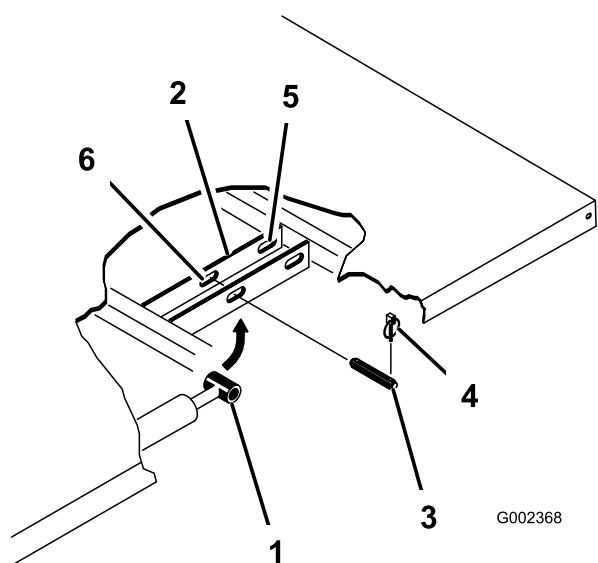

Figura 30
3. Rimuovete le coppiglie ad anello dalle estremità esterne dei perni con testa dell'asta del cilindro (Figura 30).
4. Rimuovete i perni con testa che fissano le estremità dell'asta del cilindro alle piastre di montaggio del pianale spingendo i perni verso l'interno (Figura 30).
5. Rimuovete le coppiglie ad anello ed i perni con testa che fissano le staffe orientabili ai profilati del telaio (Figura 30)